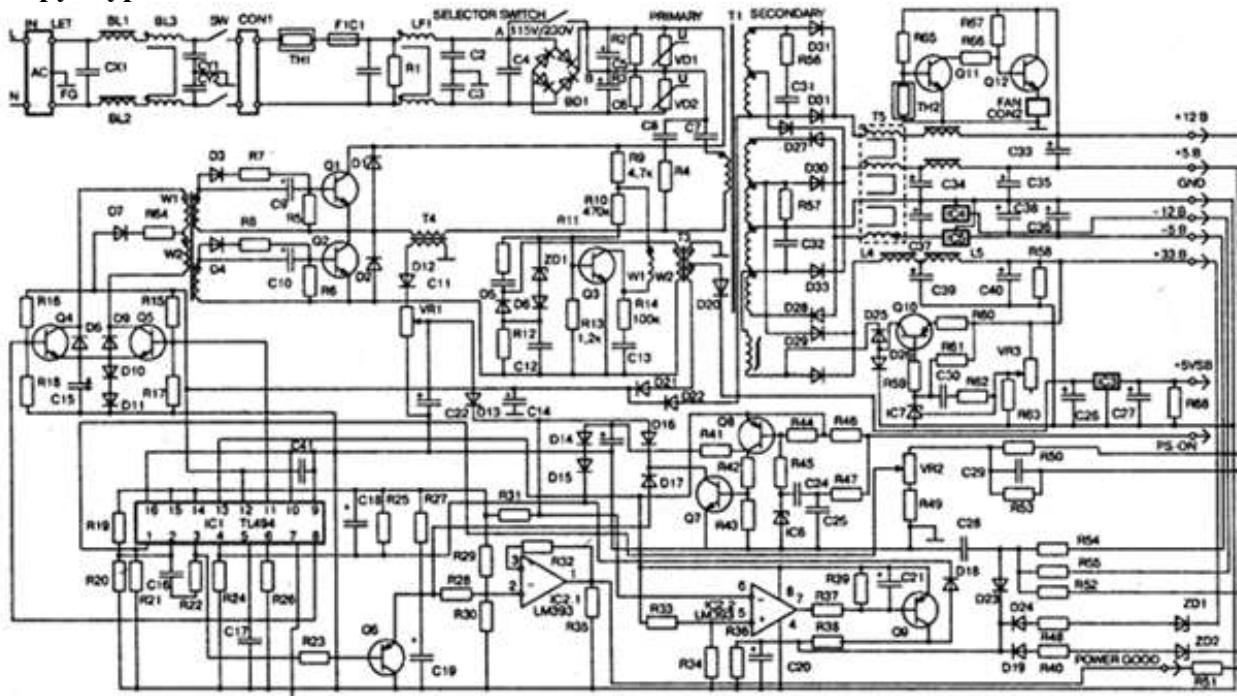

Рисунок 3 - Принципиальная схема блока питания ATX
Структурная схема источника (рисунок 3) состоит из двух функциональных узлов:
2. Используя электрическую принципиальную схему блока питания ПК ATX форм фактора (рисунок 3), выделить основные элементы схемы.